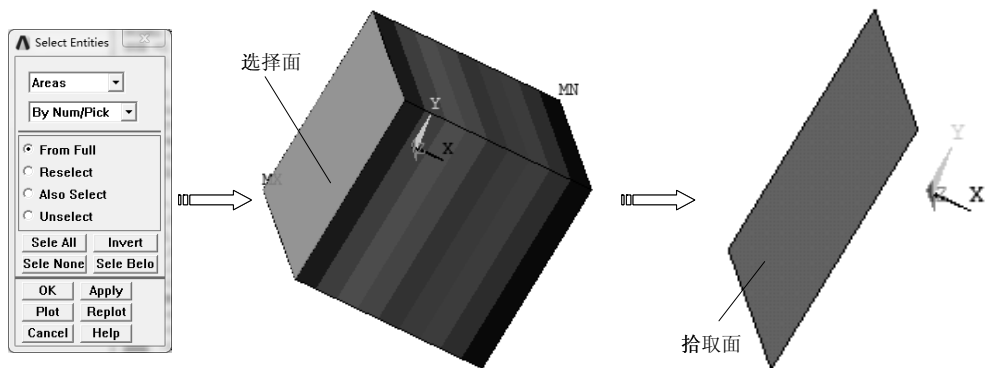

图 8-102 拾取面
2) 选择 “Utility Menu>Select>Entities” 命令，弹出 “Select Entities” 对话框，选择拾取对象为 “Areas”，拾取方式为 “By Num/Pick”，选中 “From Full” 选项，单击 “Apply” 按钮拾取面，单击 “Plot” 按钮显示所选取的面，如图 8-102 所示。